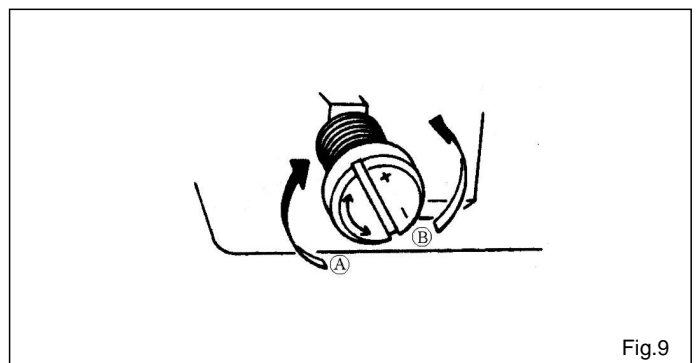

Fig.9
1. Será fornecida uma quantidade maior de óleo à medida que o parafuso montado no eixo de acionamento da lançadeira for girado para + na direção (A). À medida que o parafuso da quantidade de óleo for girado na direção (B), a quantidade diminuirá. (Fig.9)